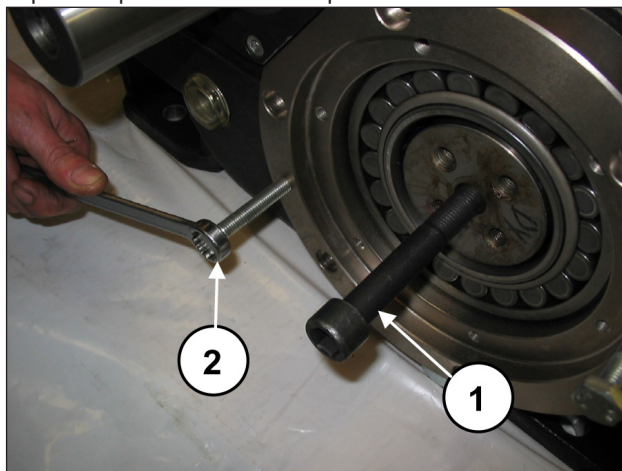
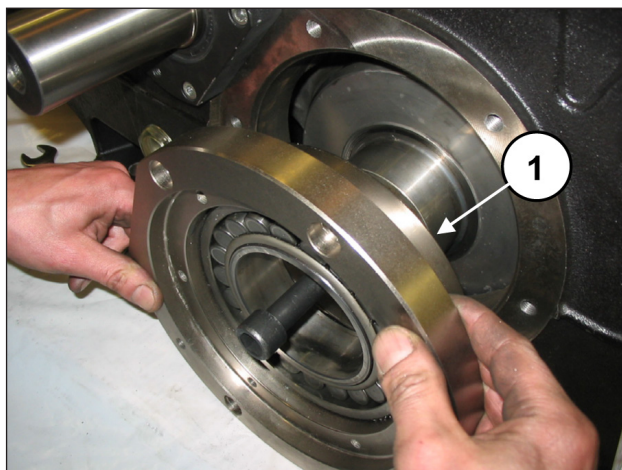

Fig. 24
Fig. 25
Aplicar un perno roscado M16 en un extremo del eje acodado (pos. ①, Fig. 24) y, manteniéndolo levantado, extraer la tapa portacojinetes junto con la junta tórica (pos. ①, Fig. 25). Para facilitar el desmontaje, utilizar 2 tornillos prisioneros o tornillos M10 (pos. ②, Fig. 24) como extractores. Repetir la operación en el lado opuesto.